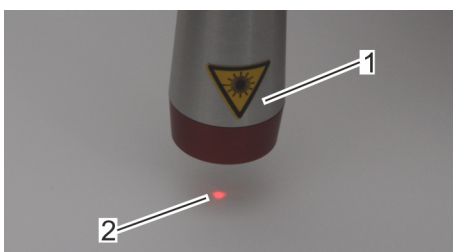

Abb. 20: Messpunkt
2. ➤ Den Messkopf (Abb. 20/1) ca. 15 mm über den zu messenden Untergrund halten, bis sich die drei roten Punkte der LEDs zu einem vereinen (Abb. 20/2).